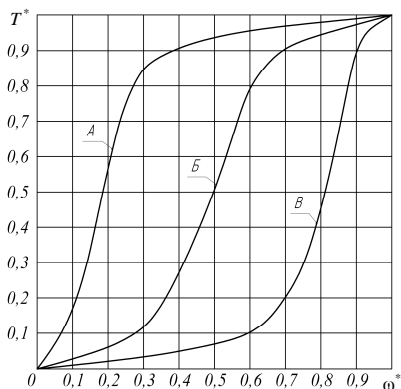

Рис. 8.2. Распределение времени работы рабочей машины в интервале регулирования скорости, о. е.:
3. Определить продолжительность работы насоса на каждой скорости. Принять средний закон распределения скоростей за время работы по рис. 8.2. Определить по нему продолжительность работы на каждой скорости. Общее время работы установки в году – 3000 ч.
Если по технологии работы рабочей машины затруднительно установить продолжительность работы регулируемого электропривода на каждой ступеньке скорости, обращаются к вероятным законам изменения скорости в диапазоне регулирования, графические зависимости которых представлены на рис. 8.2.
Пользуясь кривой Б (рис. 8.2), определить время работы  $T_i^*$  на каждой из семи ранее определенных скоростей вращения, записанных в табл. 8.2. Время работы  $T_i^*$  записать по форме табл. 8.3.
В табл. 8.3 проставляют значения  $\omega^*$  и  $T^*$  с рис. 8.2, кривая Б. Затем определяют  $\sum T^*$  как сумму времени работы  $T^*$  на каждом участке и находят удельное время: